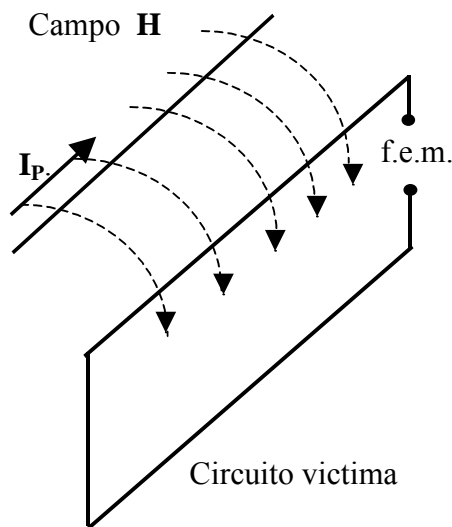

Fig. 7. Ejemplo de diafonía inductiva.
En la fig. 7. se presenta un ejemplo de diafonía inductiva. Según la ley de Faraday (2) la f.e.m. inducida en el bucle victima es proporcional a la variación respecto al tiempo del flujo de campo magnético que atraviesa lo atraviesa: